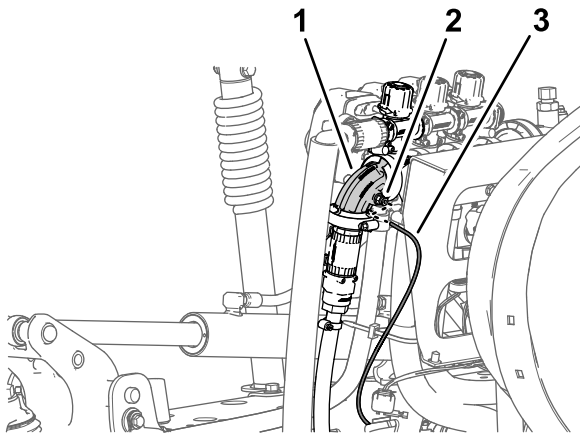

Рисунок 30
1. Нажмите на запорное кольцо соединительной муфты трубки в прямоугольном колене клапана правой секции опрыскивателя (Рисунок 30).
2. Вытяните трубку датчика давления для манометра на приборной панели из соединительной муфты (Рисунок 30).